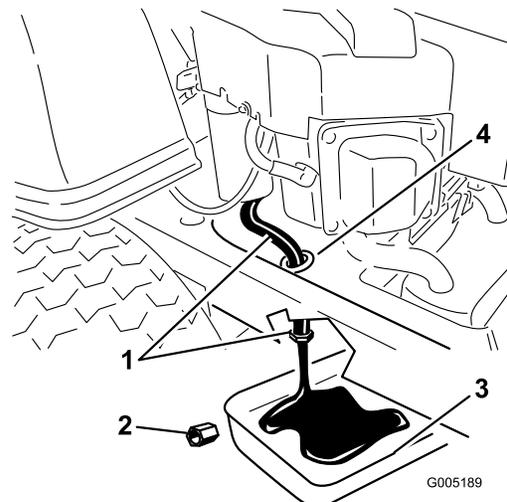

Figura 25
- Coloque un recipiente debajo del tubo de vaciado de aceite según se muestra en Figura 25
- Utilizando dos llaves (una para mantener el tubo de vaciado del aceite y otra para aflojar el tapón) retire el tapón de vaciado de aceite (Figura 25).
13. Cuando se haya drenado completamente el aceite, coloque el tapón de vaciado. Apriete el tapón a 14 Nm (125 pulgadas-libra). Limpie cualquier exceso de aceite Figura 25.